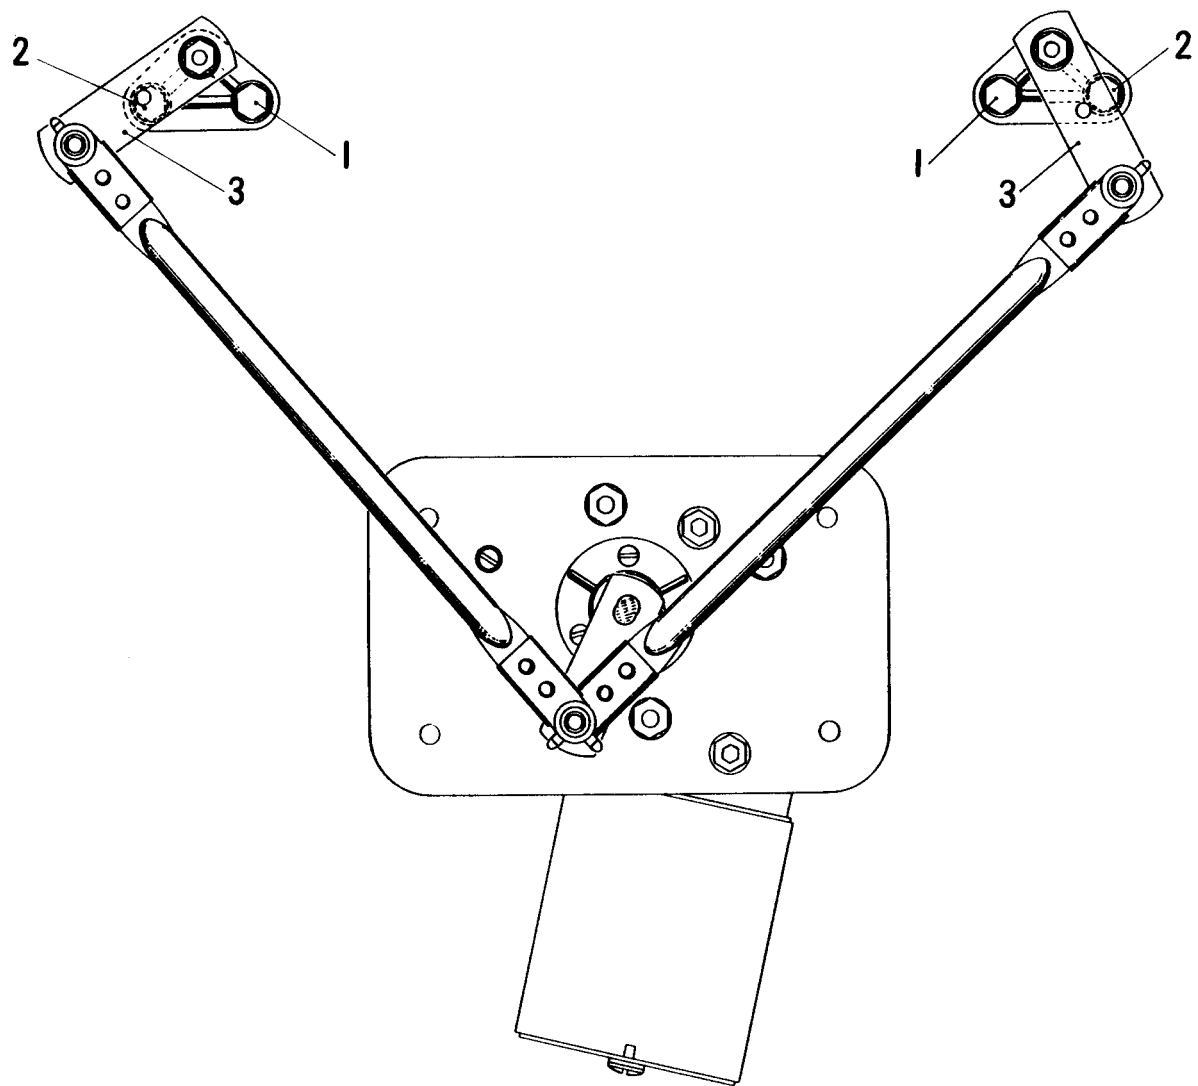

Fig. 34
GLACE (Fig. 34)**
- 5) **Par les ouvertures, sur la cloison de proue, déposer les deux vis (1) Fig. 34(clé plate ou à pipe de 8).**
- 8) **Poser les vis (1) et (2) de fixation des paliers, bloquer (clé plate ou à pipe de 8). Bloquer également les deux écrous des paliers (Wilmonda DOE ou clé plate de 21).**
Important - Avant de fixer le moteur sur la cloison de proue, s'assurer que la position des leviers (3) est conforme à la Fig. 34.